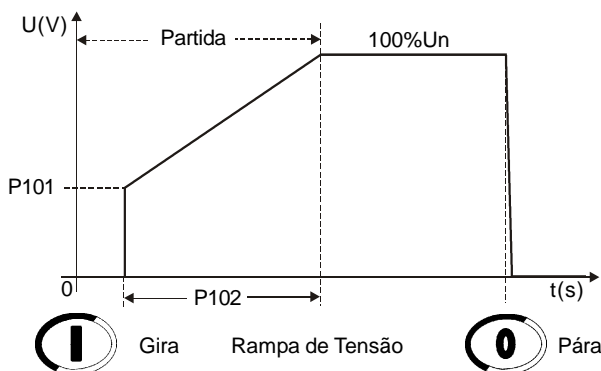

Figura 6.2 - Rampa de aceleração por Rampa de Tensão
- ☑ Quando a Soft-Starter SSW-06 estiver programada com controle de Rampa de Tensão ou Controle de Bombas, este é o tempo da rampa de incremento de tensão, conforme mostrado na figura 6.2.